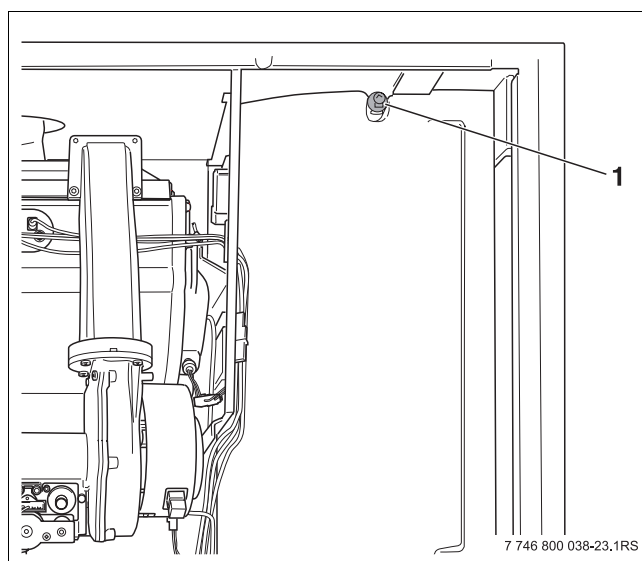

Fig. 41 Boiler ontlichten (alleen bij Nefit TopLine AquaPower HRC)
- Ontlucht de boiler door de ontlichtingsschroef aan de bovenzijde van de boiler iets los te draaien (→ fig. 41, pos. 1).